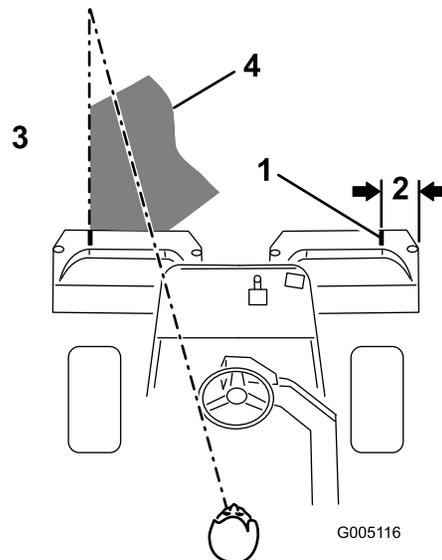

図 37
**注** グリーン内をぶれずにきれいに直進し、刈り込みの済んだ列との距離を一定に保って走るためには、車体前方 1.8 から 3m のところに視線を置いて、刈り込み済みの済んでいる列にラインを合わせるようにするのがコツです(図 37)。ハンドルを目印にして距離を合わせても良いでしょう。その場合、ハンドルの縁と本機前方の目標ラインとを重ねて見ながら運転します。